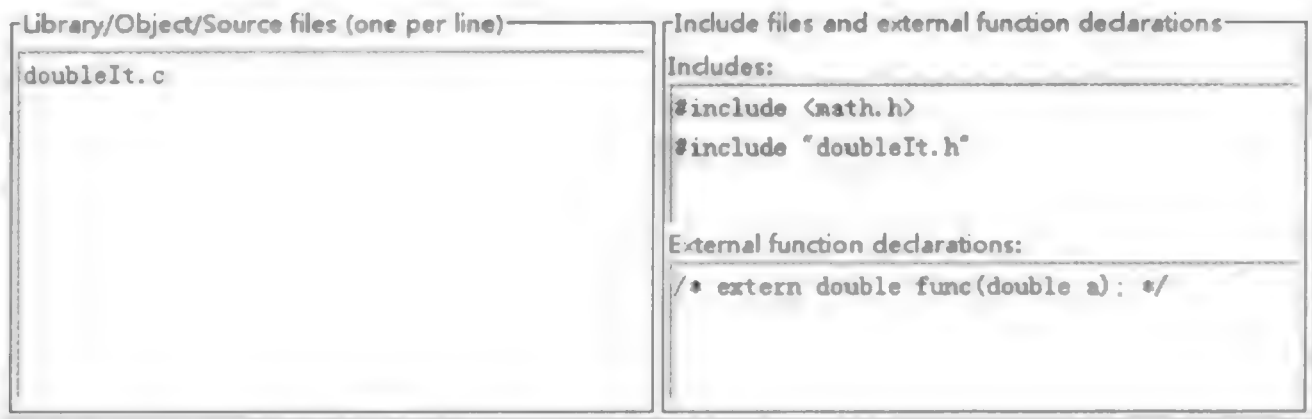

图 4.1.13 库文件界面
(4) 在库文件界面中的 Library/Object/Source files 区域输入 doubleIt.c, 在 Includes 区域输入 #include “doubleIt.h”, 如图 4.1.13 所示。